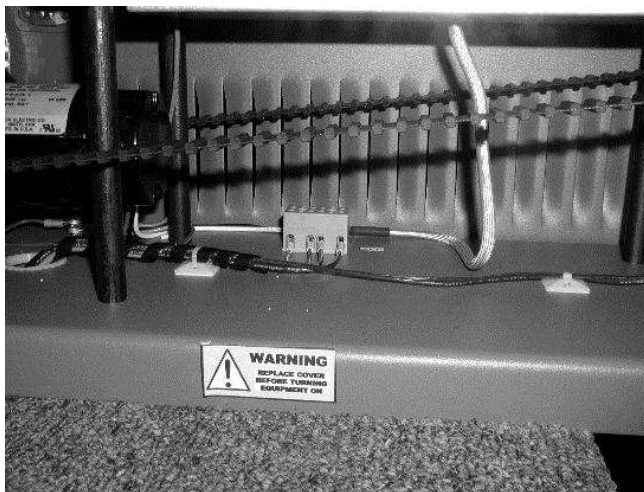

Abbildung 18
3. Der Steckverbinder des unteren Heizelements befindet sich unter der linken Bandschutzvorrichtung. Um ihn zu erreichen, müssen Sie die vordere Bandschutzvorrichtung und die Bandschutzvorrichtungen auf der linken Seite entfernen. Dazu gehören die vordere, mittlere und hintere linke Bandschutzvorrichtung. Siehe Abbildung 18